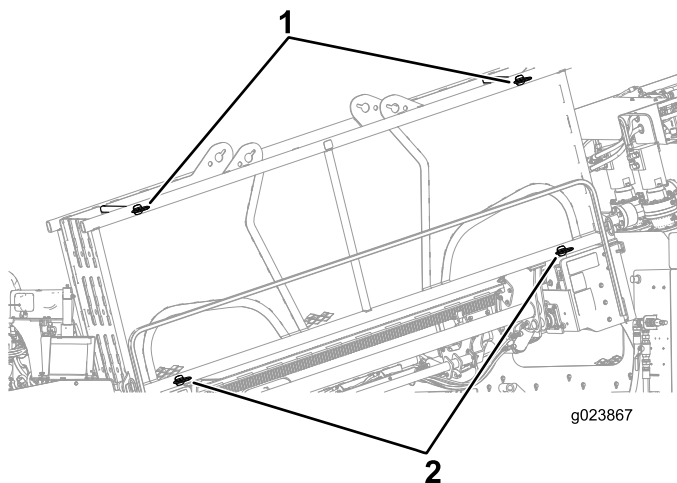

Bild 59
1. Stellen Sie sicher, dass die zwei oberen und zwei unteren Stifte montiert sind, um das Rohr im Rohrhalter zu befestigen (Bild 59).